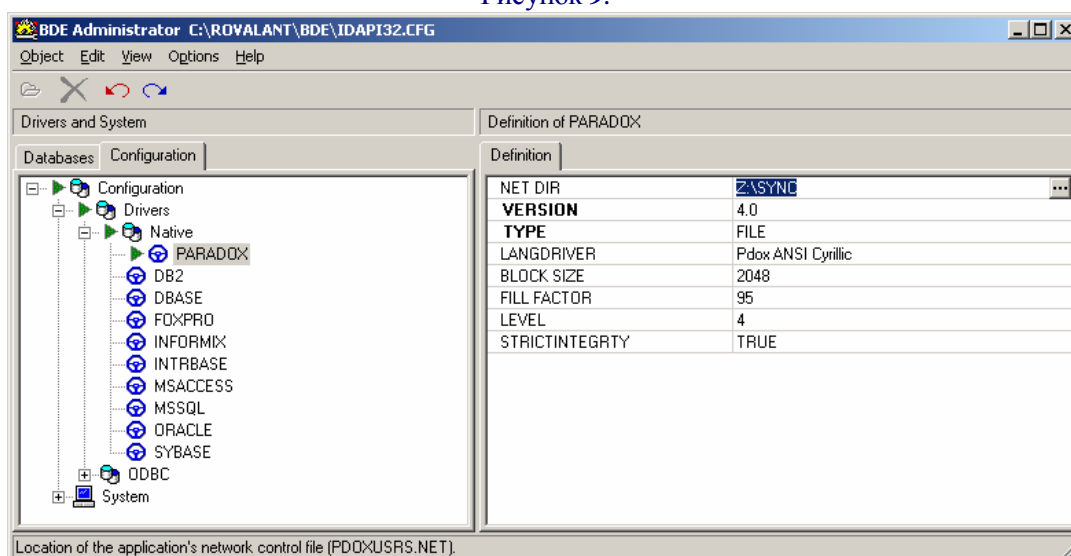

Рисунок 10.
1.11 Запустите на сервере файл **C:\ROVALANT\BDE\Bdeadadmin.exe**. В появившемся окне программы выберите закладку «**Configuration-Drivers-Native-Paradox**». На закладке «**Definition**» в строке **NET DIR** запишите сетевой путь размещения файла **PDOXUSRS.NET**, например (Рисунок 10): **Z:\SYNC**. Сохраните изменения и закройте окно программы.
1.12 Запустите на терминале файл **C:\ROVALANT\BDE\Bdeadmin.exe**. В появившемся окне программы выберите закладку «**Configuration-Drivers-Native-Paradox**». На закладке «**Definition**» в строке **NET DIR** запишите сетевой путь размещения файла **PDOXUSRS.NET**, например (Рисунок 10): **Z:\SYNC**. Сохраните изменения и закройте окно программы.